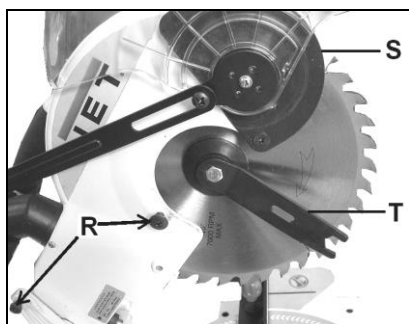

Рис. 8
Снимите защитный кожух пилы (S, Рис. 8), отвинтив два винта (R) сбоку и отстегнув защитный кожух (S).
Установите на место пластиковый защитный кожух и затяните два винта (R, Рис. 8).